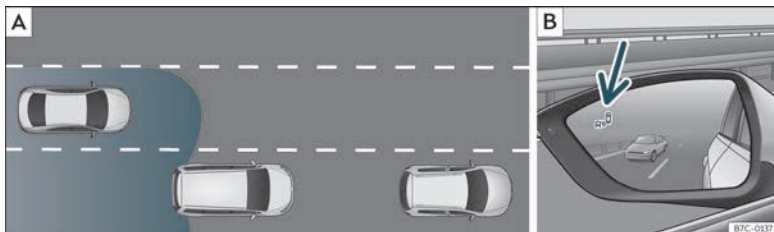

Fig. 227 Esquema: **A** Situação numa ultrapassagem com trânsito na parte traseira. **B** Indicação do assistente de ângulo morto no retrovisor exterior esquerdo.
Os sensores de radar encontram-se à esquerda e direita atrás do para-choques traseiro e não se veem por fora >>> **Fig. 226**. Os sensores supervisionam a zona do ângulo morto, bem como o trânsito existente na parte traseira do veículo >>> **Fig. 227**, >>> **Fig. 228**. A zona dos lados do veículo estende-se aprox. para além da largura de uma faixa de rodagem.
Nas seguintes situações mostra-se uma indicação no retrovisor exterior »» **Fig. 227 B** (seta) ou »» **Fig. 228 B** (seta):
- Quando se é ultrapassado por outro veículo »» **Fig. 227 A**.